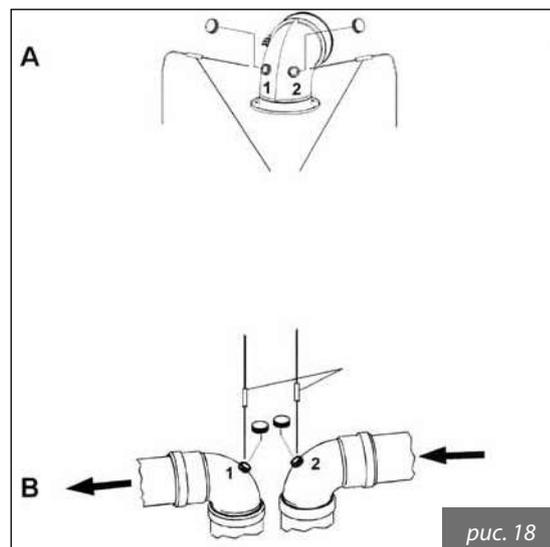

рис. 18
- Измерить температуру воздуха для горения через отверстие 2 (см. рис. 18А).
- Измерить температуру отходящих газов и содержание CO2 через отверстие 1 (см. рис. 18А).
- Измерить температуру воздуха для горения через отверстие 2 (см. рис. 18В).
- Измерить температуру отходящих газов и содержание CO2 через отверстие 1 (см. рис. 18В).